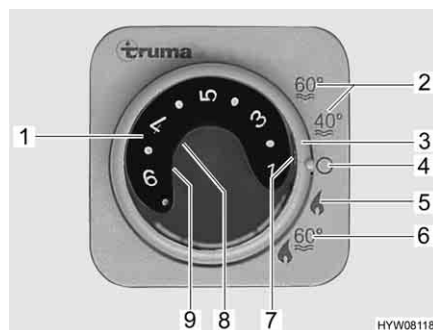

Fig. 164 Centralina di controllo per riscaldamento/boiler
- Impostare la modalità di funzionamento tramite l'interruttore girevole (Fig. 164,3).
A seconda della temperatura ambiente desiderata, il riscaldamento seleziona automaticamente il livello del bruciatore necessario. Al raggiungimento della temperatura ambiente desiderata, il bruciatore si spegne. Durante la modalità di funzionamento "Riscaldamento e boiler" (Fig. 164,6) è riscaldata anche l'acqua nel boiler. Nella modalità di funzionamento "Riscaldamento senza boiler" (Fig. 164,5) è possibile far funzionare il riscaldamento con il boiler vuoto.
- Impostare la manopola della temperatura (Fig. 164,1) sulla centralina di controllo scegliendo la potenza desiderata.
- Posizionare l'interruttore girevole (Fig. 164,3) su funzionamento invernale "Riscaldamento senza boiler" (Fig. 164,5) o "Riscaldamento e boiler" (Fig. 164,6).
Si accende la spia verde di controllo (Fig. 164,7).
- Posizionare l'interruttore girevole (Fig. 164,3) su "O" (Fig. 164,4).
La combinazione funzionamento a gas e funzionamento elettrico a 230 V diminuisce il tempo di riscaldamento del veicolo (è possibile solo se il riscaldamento viene impostato sulla centralina di controllo (Fig. 164) su funzionamento invernale).